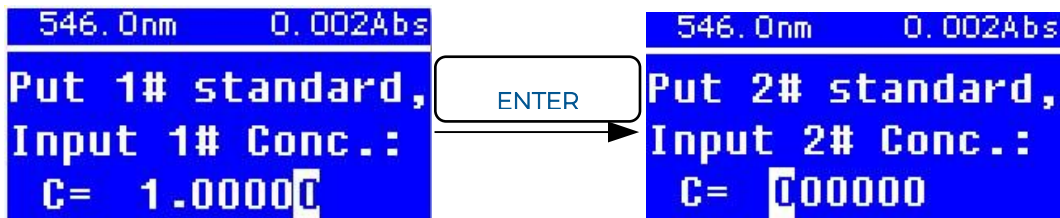

Figura 13
- 6 Introduzca la muestra estándar #1 en la trayectoria de luz e ingrese el valor de su concentración mediante las teclas ▲ y ▼, luego presione **ENTER** para confirmar. El sistema entrará a la siguiente interfaz (figura 13).